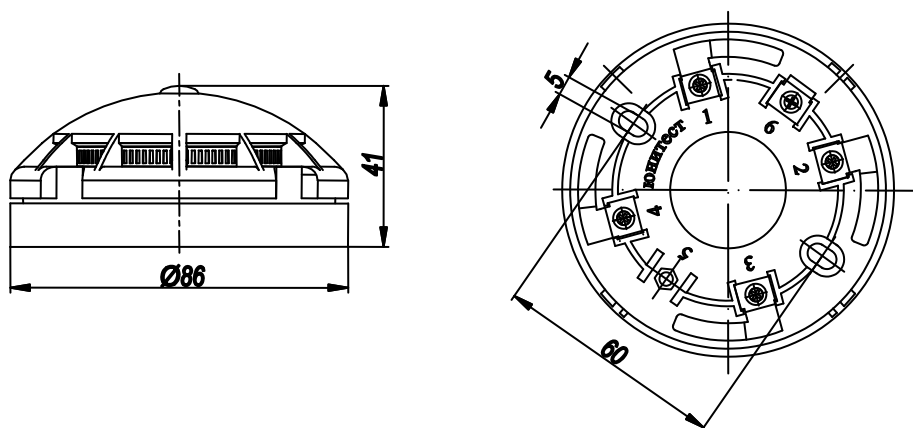
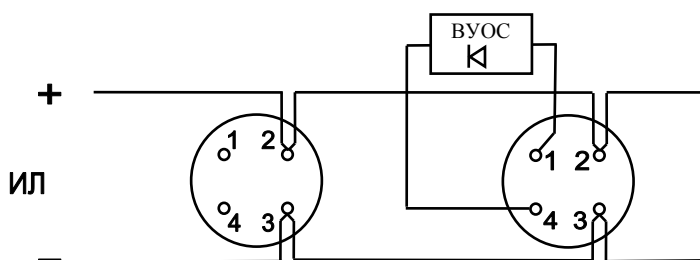

Рис.1. Габаритные и установочные размеры извещателя.
Рис.2. Схемы включения извещателя в информационную линию «Минитроник А32».
5.3. Установить базы извещателей согласно проекту. Габаритные и установочные размеры извещателя показаны на рис.1, схемы подключения – на рис.2.